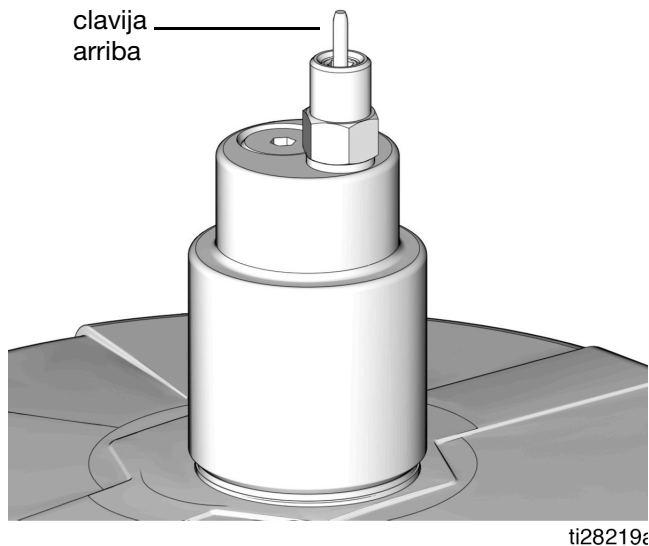

FIG. 23
3. Desmonte la cubierta antipolvo amarilla del acoplador de llenado (M).
4. Conecte la manguera de suministro (J) entre la bomba de la estación de llenado remoto (F) y el puerto del acoplador de llenado marcado con "1".
5. Ponga en marcha la bomba de la estación de llenado remoto bomba (F).
6. Cuando se llene el depósito G3 (D):
- la bomba de la estación de llenado remoto (F) se para en presión (sin flujo),
- la clavija de desconexión de llenado automático (B) sube tal y como se muestra en la FIG. 23,
- el manómetro (R) aumenta hasta la presión establecida en la bomba de llenado.